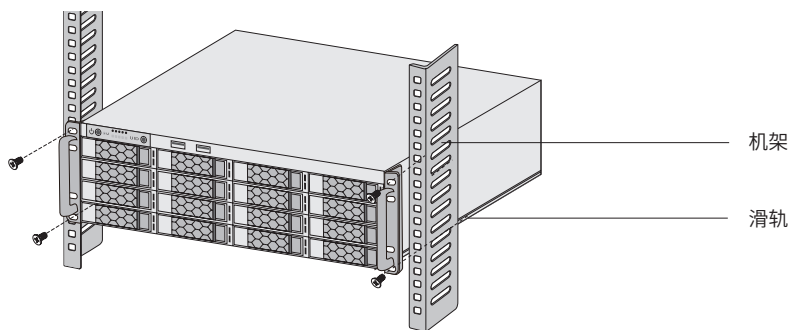

图2-2 机架安装示意图
4. 用螺钉将L型角铁固定在机架两端固定的导槽上，确保服务器稳定、水平地安装在机架上，如图2-2所示。